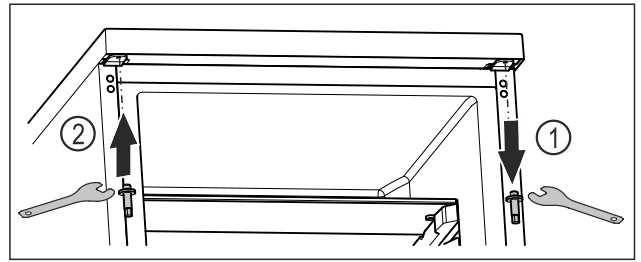

Fig. 15
- ▶ Відкрутіть верхній болт за допомогою шестигранного ключа. Fig. 15 (1)
- ▶ Затягніть болт із протилежного боку за допомогою шестигранного ключа. Fig. 15 (2)